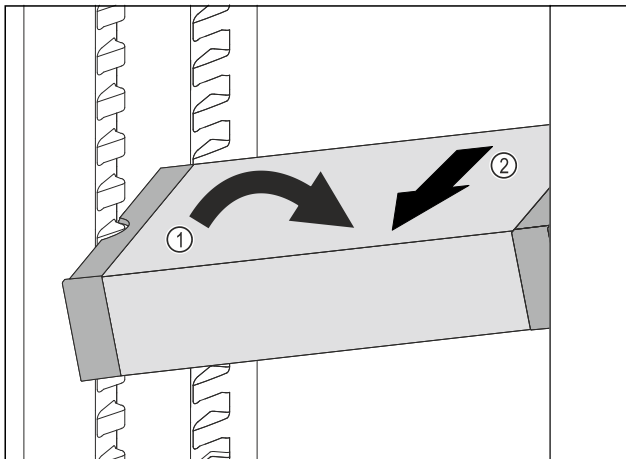

Fig. 106
- ▶ Coloque el VarioSafe en el compartimento del frigorífico en posición oblicua. Fig. 106 (1)
- ▶ Extraiga el VarioSafe hacia delante. Fig. 106 (2)